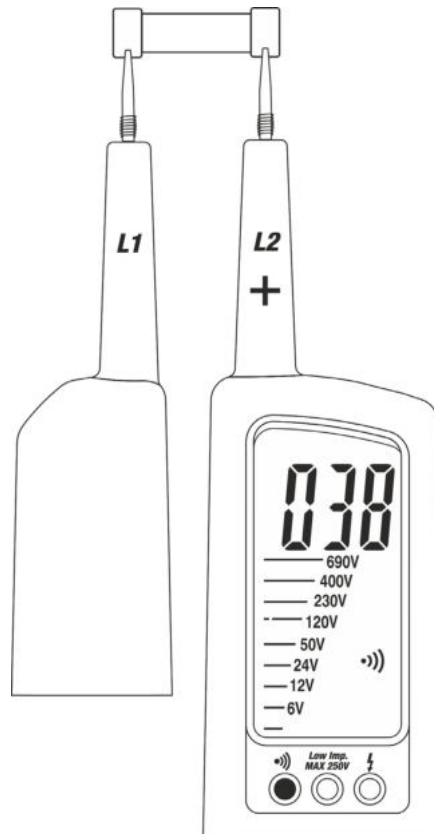

Fig. 7: Prueba de Continuidad
2. Conecte las puntas L1 y L2 al objeto en pruebas (ver la Fig. 7)